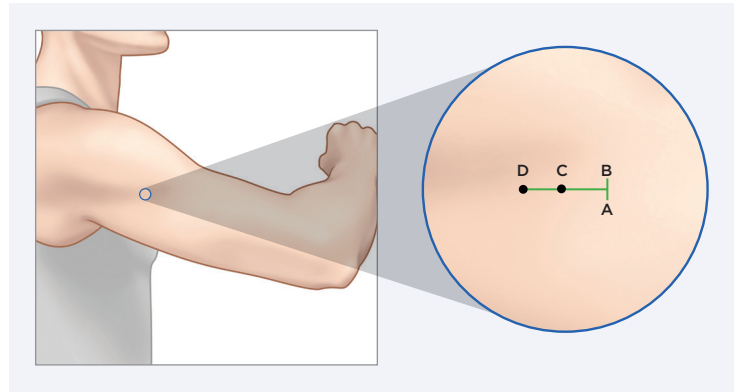

Abbildung 1
Injizieren Sie ca. 5 mm entlang der geplanten Inzision (entlang AB) und ca. 30 mm senkrecht zur geplanten Inzision (entlang CD), des für den stumpfen Dissektor geplanten Wegs, das Lokalanästhetikum (ca. 2 ml Lidocain). (Abbildung 1)
Beginnen Sie an Punkt B (Abbildung 1) mit der Inzision und führen Sie den Schnitt zu Punkt A, bis die Inzision ca. 5 mm lang ist.
2. Nehmen Sie den stumpfen Dissektor von der Ablage und führen Sie ihn in einem 45-Grad-Winkel an der Mittellinie zwischen A und B (Abbildung 1 und 2) ein, sodass die Spitze und der verjüngte Teil des stumpfen Dissektors unter der Haut liegen, und zwar so tief, bis die Abstandhalter die Haut berühren.